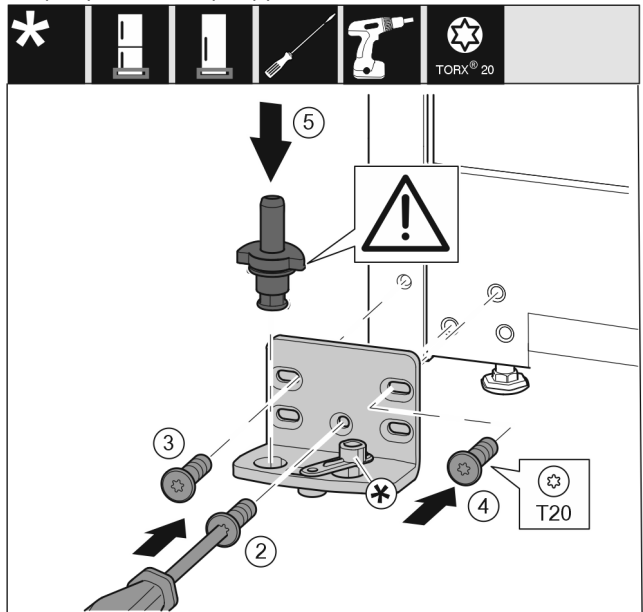

Fig. 31
- ▶ Установите опорный кронштейн с другой стороны и прикрутите с помощью отвертки. Начинайте с винта Fig. 31 (2) снизу в центре.
- ▶ Затяните винт Fig. 31 (3) и винт Fig. 31 (4).
- ▶ Снова установите опорный палец Fig. 31 (5) в сборе. При этом проследите за тем, чтобы выступ фиксатора был направлен назад.